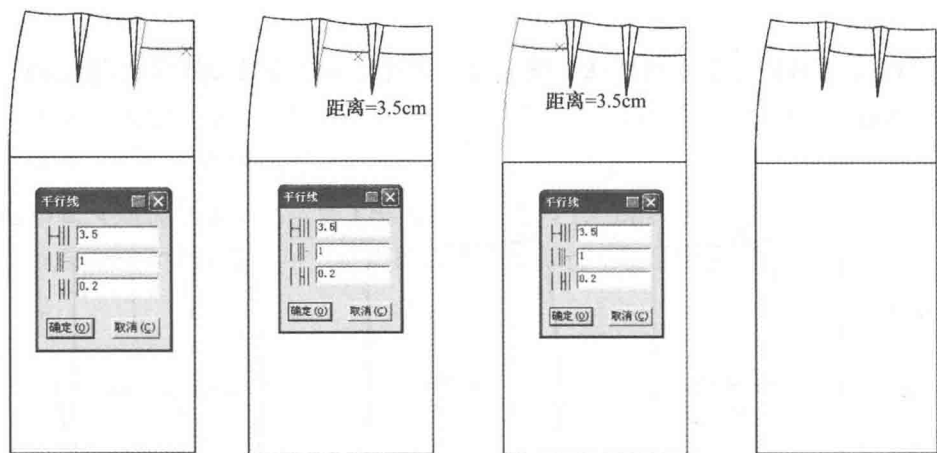

图6-29 画腰头平行线
(5) 选择 【智能笔】工具按住【Shift】键，光标成为三角板，进入【平行线】功能。输入腰头宽 3.5cm（图 6-29）。